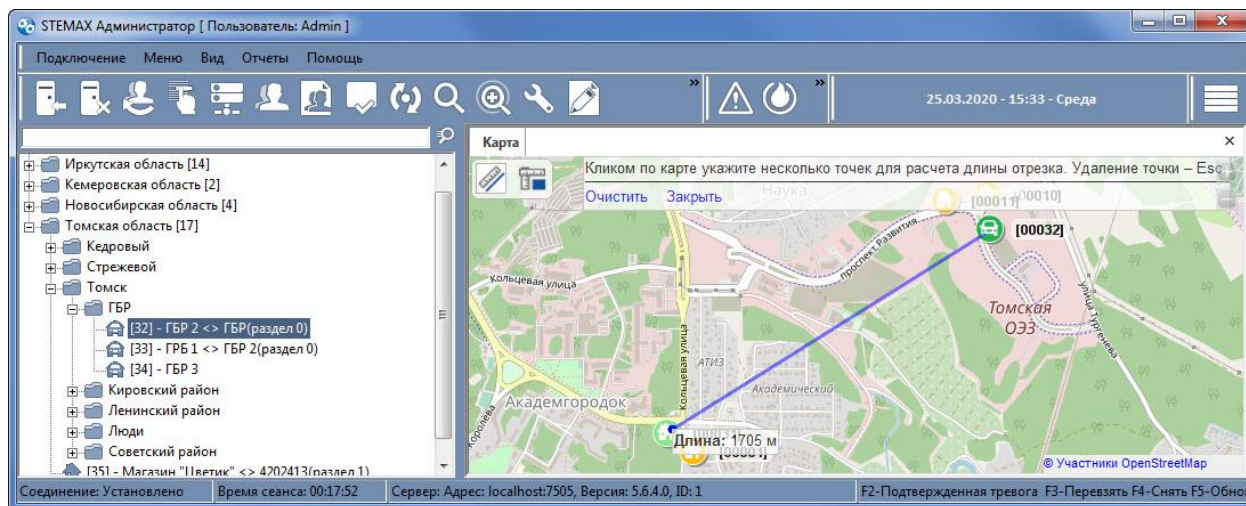

Рисунок 17.9 — Измерение длины маршрута
2. Щелкая левой кнопкой мыши по карте, обозначьте на ней интересующий вас маршрут. Программа автоматически соединяет прямой линией две последние точки и отображает длину обозначенного маршрута в километрах (см. рисунок 17.9). Для удаления точки нажмите кнопку Esc.